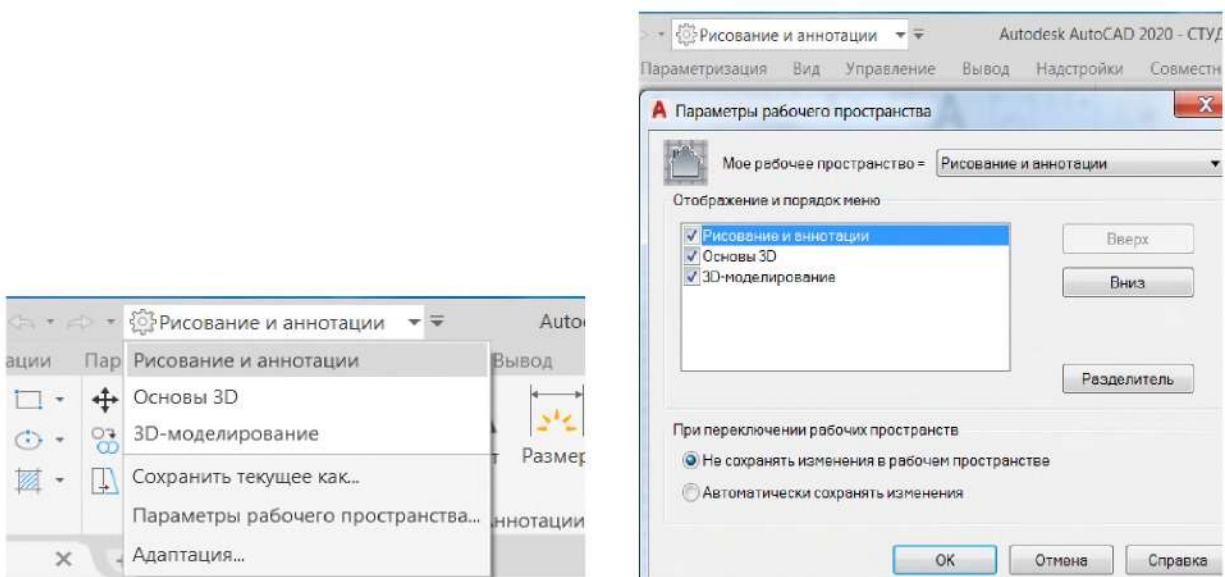

Рисунок 1.29. Выбор рабочего пространства через панель быстрого доступа
9.1. Панель быстрого доступа (рисунок 1.29).